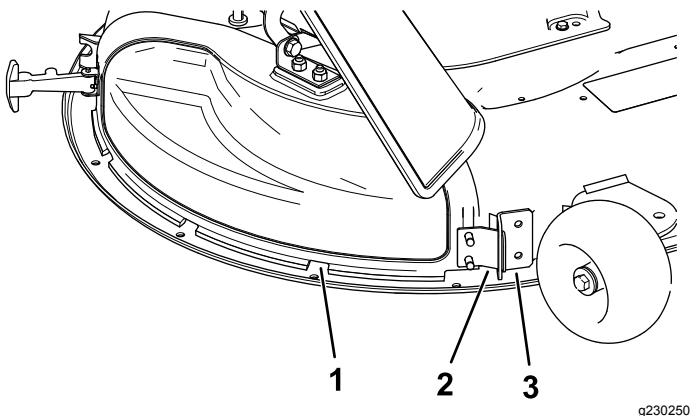

Figura 12
- Retire la pestaña metálica de la tapa de descarga de la ranura del soporte que está soldado a la carcasa de corte (Figura 12).